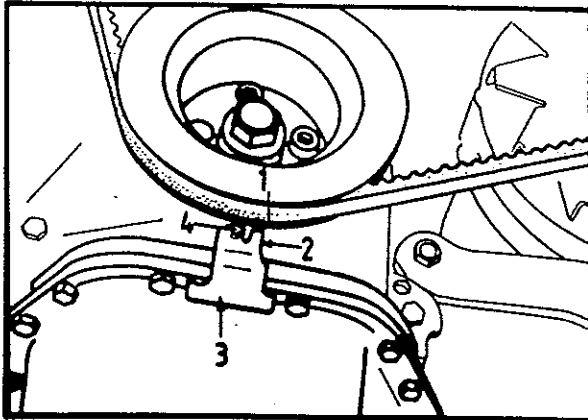

Bild 12: Zündzeitpunktmarkierung an der Riemenscheibe
- Bei der Prüfung mit Stroboskop wird die Zündzeitpunktkerbe in der Riemenscheibe und der an der Ölwanne vorn befestigte Markierungswinkel (Bild 12) angeblitzt. Zwischen beiden Markierungen muß Übereinstimmung herrschen, ansonsten ist die Riemenscheibenkerbe durch das Verdrehen des Zündverteilers "heranzuholen".